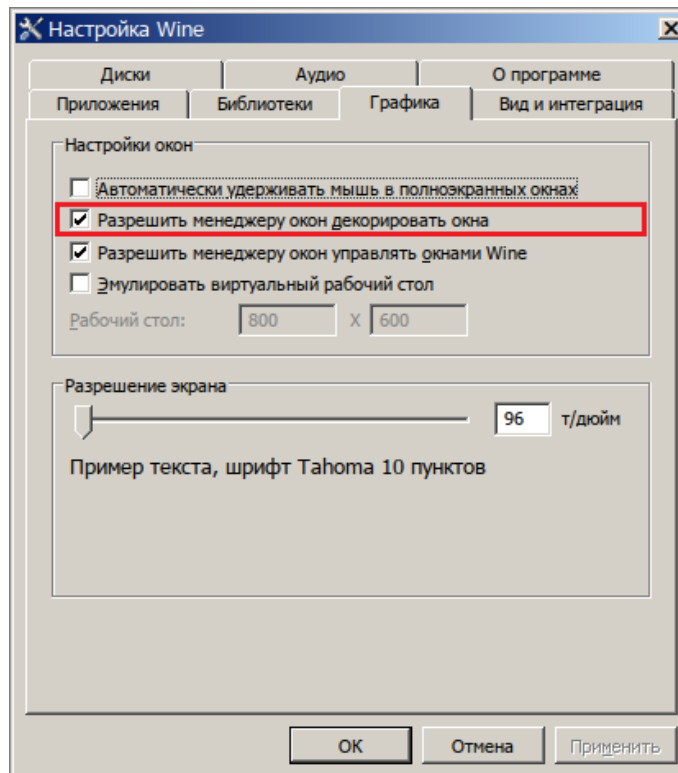

Рисунок 2-21 Настройки Wine на вкладке "Графика"
- на вкладке «Графика» установлен флаг для свойства «Разрешить менеджеру декорировать окна» (см. Рисунок 2-21);